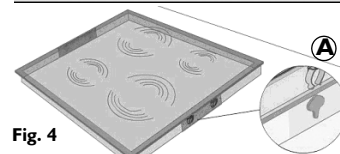

Fig. 4
- Installez la table de cuisson dans la découpe en veillant à ce que les attaches (**A**) se bloquent dans les crans des étriers (**C** Fig. 4 et 5).